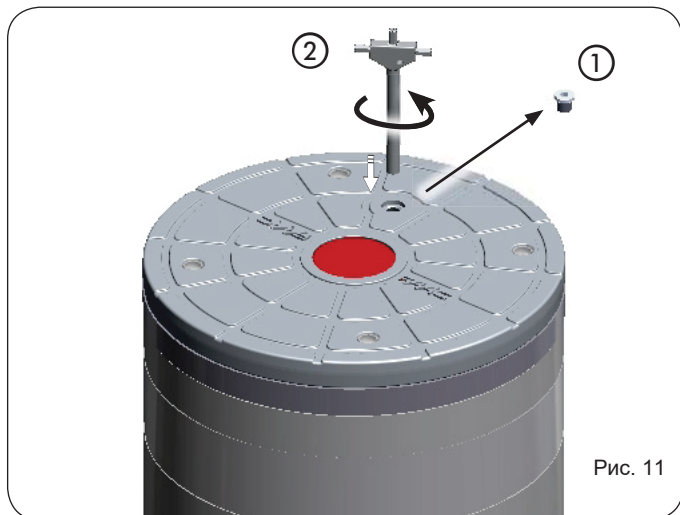

Рис. 11
- 3.Поверните ключ против часовой стрелки, чтобы опустить тумбу (рис.11, обозначение (2)).